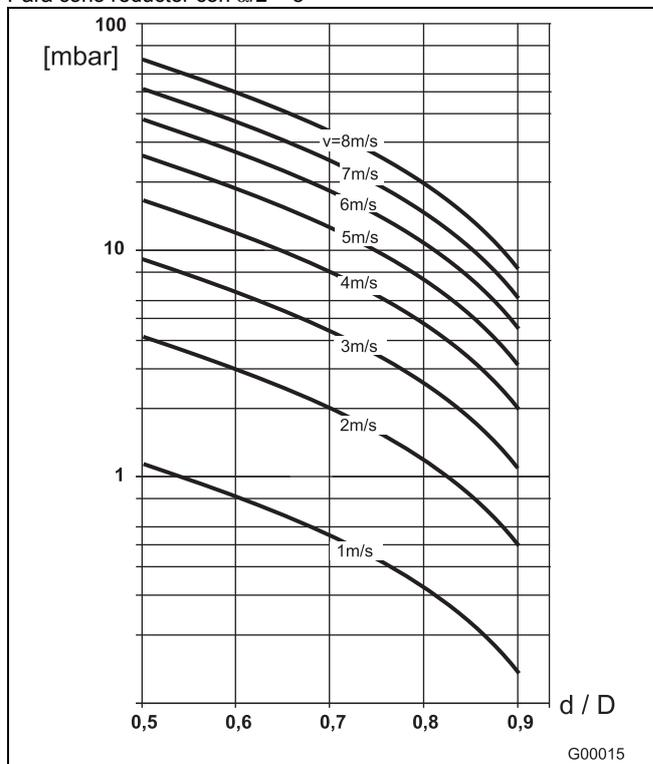

Fig. 24
2. Leer la velocidad de flujo en el nomograma de flujo (Fig. 24).
3. Leer la pérdida de presión en el eje Y indicada en la Fig. 24.